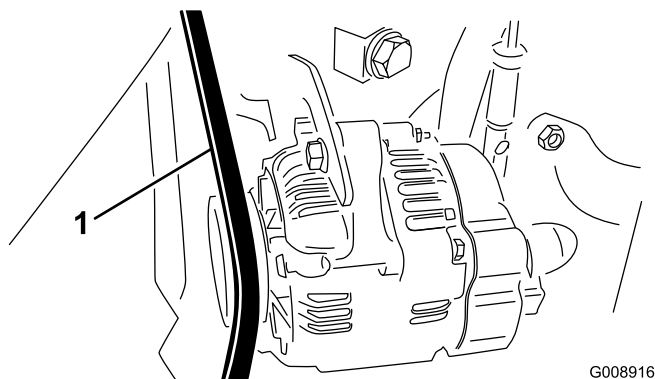

Рисунок 69
2. Проверьте натяжение, надавив на ремень генератора/вентилятора посередине между шкивами генератора и коленчатого вала с усилием 30 Н·м (Рисунок 69).